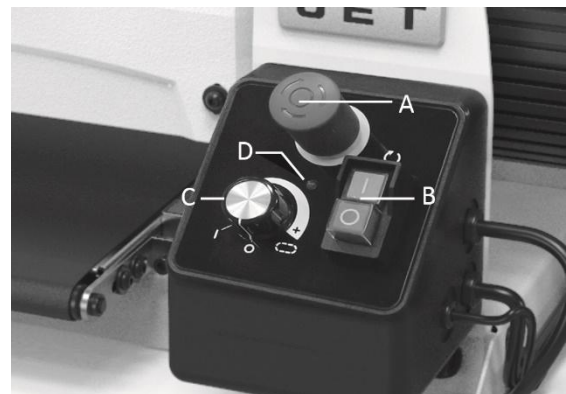

Abbildung 9-1: Bedienpult
3. Die Schleiftrommel starten (Abb. 9-1).
2. Den Not-Stopp Taster entriegeln, dazu den Taster (A, Abb. 9-1) im Uhrzeigersinn drehen und ziehen.
**HINWEIS:** Eine blinkende LED-Lampe (D) erinnert gegebenenfalls daran, den Vorschub komplett auszuschalten, bevor die Trommel gestartet werden kann.
3. Den Trommelmotor mit dem Ein/Aus Schalter (B) starten.
4. Den Vorschubmotor starten, dazu den Drehknopf (C) im Uhrzeigersinn drehen, sowie weiter zu drehen zur Erhöhung der Geschwindigkeit.